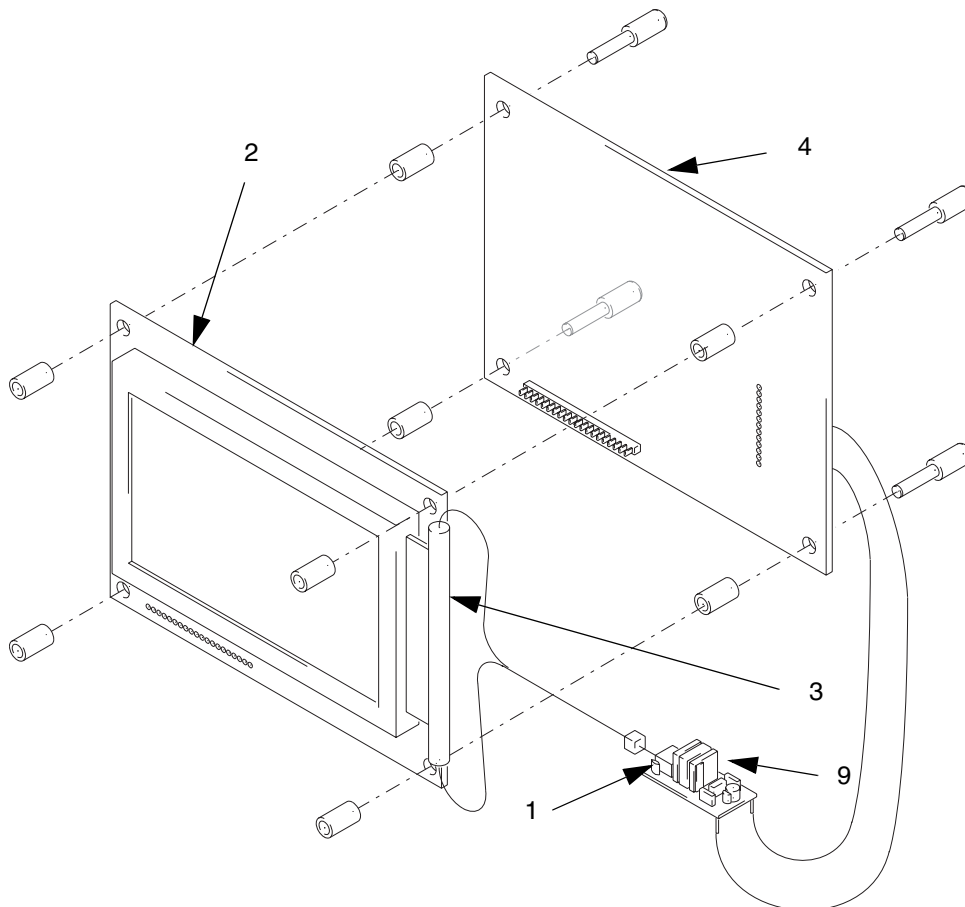

FIG. 25
Antes de reemplazar la luz de fondo, compruebe que el inversor (9) tiene el voltaje correcto desenchufándolo del conector de la luz de fondo (1), encendiendo el sistema PFlo LT y midiendo cuidadosamente la tensión CC entre las dos patillas del inversor. Vea FIG. 25. La lectura de tensión debe ser de aproximadamente 700 VCC. Si no fuera así, reemplace el inversor.
4. Desenchufe el cable plano de la tarjeta (4) deslizándolo fuera del conector. Tome nota de la posición del cable en el conector. La flecha indica la patilla #1, vuelva a conectarla más tarde con la patilla #1 enganchada.
5. Desenchufe los conectores restantes de la tarjeta y anote su ubicación. Desenchufe el conector (1) que sale de la bombilla de la luz de fondo.
8. Retire los dos pequeños tornillos que sujetan la luz de fondo (3) a la pantalla de visualización (2), y deslice la luz de fondo sacándolo por el lateral de la pantalla de visualización.